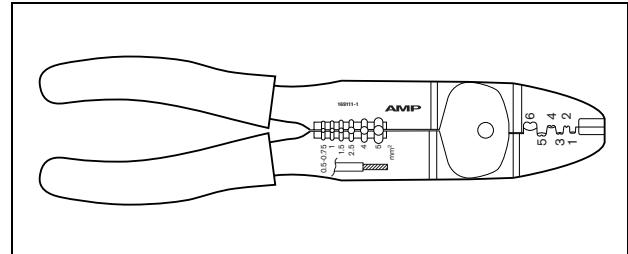

Abbildung 18.14: Tyco-Zange AMP 169111-1
- Tyco-Zange AMP 169111-1 (siehe Abbildung 18.14)